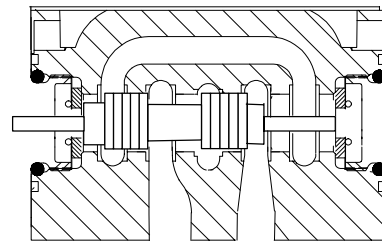
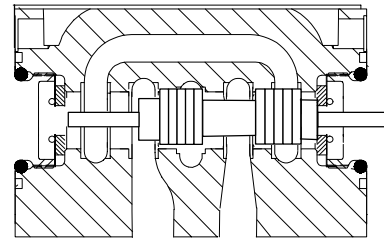
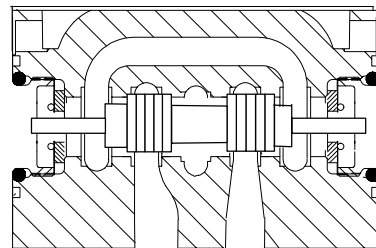

图 12a. 液流状态
图 12b. 液流状态
图 12c. 液流状态
2. 电磁铁先导控制：电磁铁装在先导阀阀体上。内部的推杆将电磁铁与阀芯连接在一起。当电磁铁 "B" 通电，磁场得到激励时，电磁铁的衔铁将推动推杆并使先导阀芯向电磁铁 "A" 端换向（参见图 12a）。当电磁铁 "A" 通电时，先导阀芯向电磁铁 "B" 端换向（参见图 12b）。当两个电磁铁均断电时，先导阀芯换向到中位（参见图 12c）。